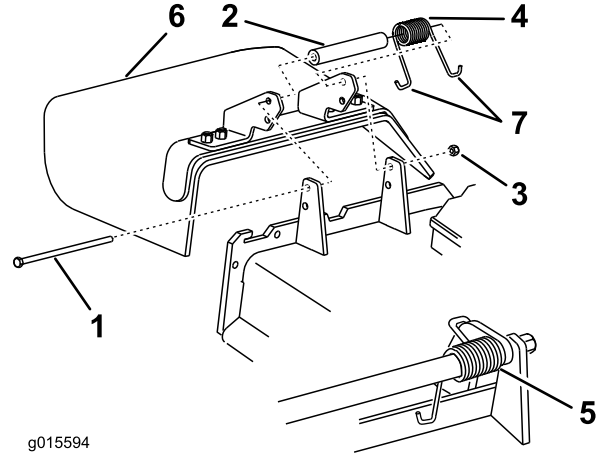

図 23
- デフレクタをピボットブラケットに固定しているロックナット、ボルト、スプリング、スペーサを外す (図 23)。
- デフレクタを取り外す (図 23)。